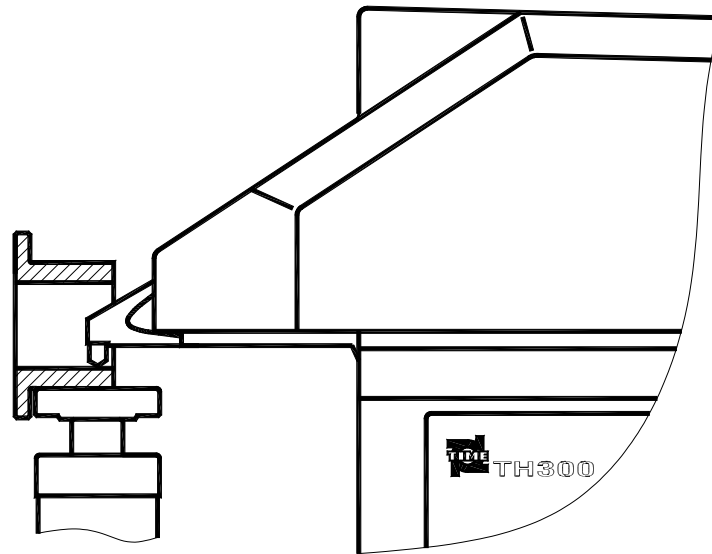

图 1.1
- 结构独特 本硬度计采用特殊的压头结构，除了可进行一般传统硬度计所能完成的测试外，还可以测试普通硬度计无法测到的表面，如环状、管状零件内表面，如图 1.1 所示。